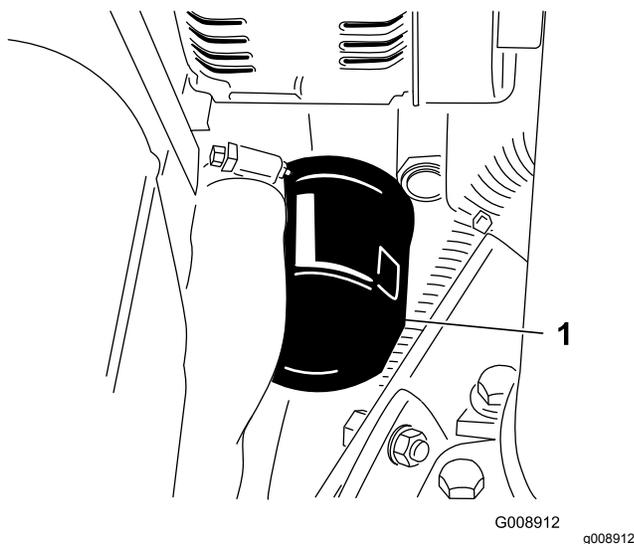

Рисунок 54
2. Извлеките масляный фильтр (**Рисунок 54**). Перед установкой нового фильтра нанесите на его уплотнение тонкий слой чистого масла. **Не перетягивайте фильтр.**